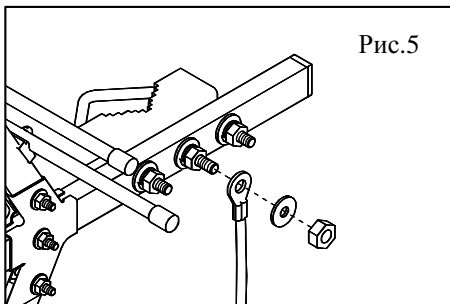

Рис.5
- 5.7. Присоединить провод заземления к винту заземления на узле крепления антенны (см. рис.5).